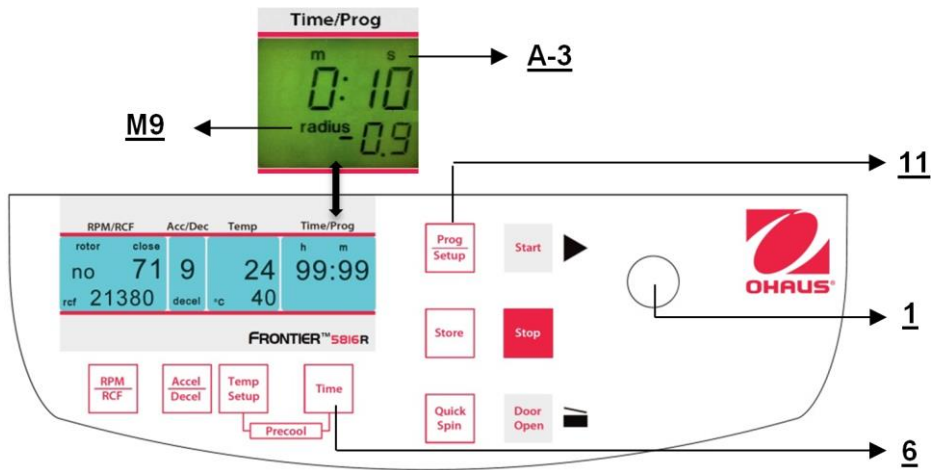

Figura 21
Si usa adaptadores o reductores, puede cambiar el radio centrífugo del rotor respectivo. En ese caso, puede corregir el radio manualmente. Proceda de la siguiente manera: Cierre la tapa, luego presione el botón **"Time"** (6) (vea la Figura 21) y el botón **"Prog/Setup"** (11) al mismo tiempo y manténgalos presionados. En la pantalla **"Time/Prog"** (A-3) aparece la palabra **"radius"** (M9). Con la perilla de ajuste (1) puede preseleccionar la corrección del radio respectiva (vea la Tabla 7, APÉNDICE) en pasos de 0.1 cm. Una vez que haya establecido la corrección del radio, aparece la palabra **"radius"** (M9). Esta palabra será visible hasta que vuelva a poner la corrección del radio en 0.